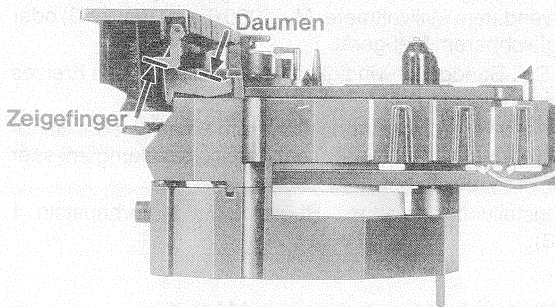
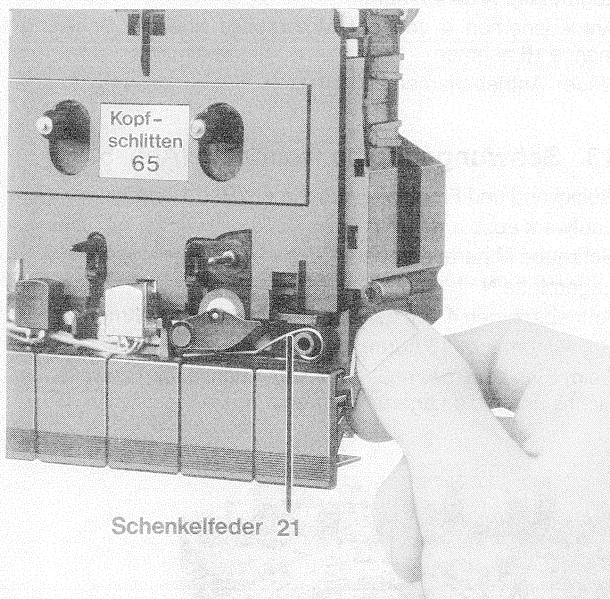

Abb. 6a
Abb. 6b
14. Kopfschlitten ausbauen (Abb. 6a, 6b)
Daumen und Zeigefinger an den gekennzeichneten Chassisstellen ansetzen (Kennzeichnung der Angriffspunkte Abb. 6a, Anordnung der Finger Abb. 6b).
b. Kopfschlitten ausbauen (Abb. 6b)